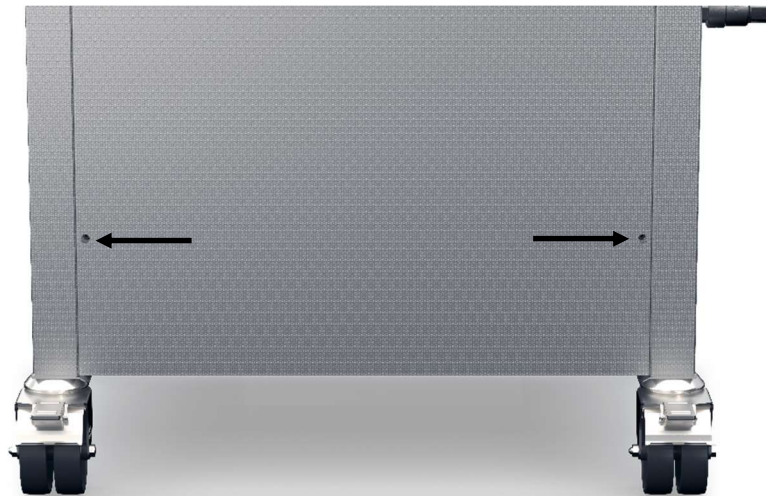

Abb.9.5.1. Position der 2 Inbusschrauben
1. Lösen Sie die 2 Inbusschrauben (siehe Bild 9.5.1.)